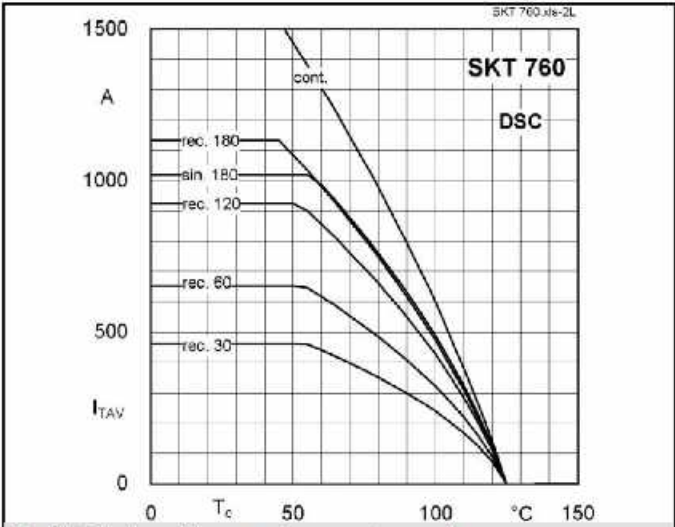

Fig. 2L Rated on-state current vs. case temperature
5) On utilise la figure 2L : avec $I_{TAV} = 667 \text{ A}$, on trouve $T_{case} < 80$ degrés Celsius environ